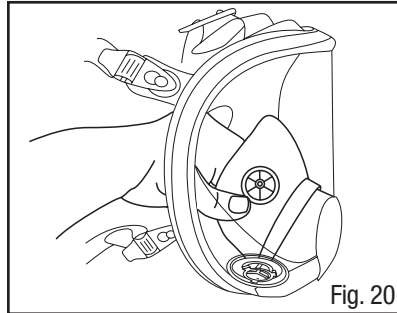

Fig. 20
1. Quite el ensamble de copa nasal al tomar la copa justo debajo de la válvula de inhalación y sacarla con suavidad del ensamble del visor (Fig. 20).